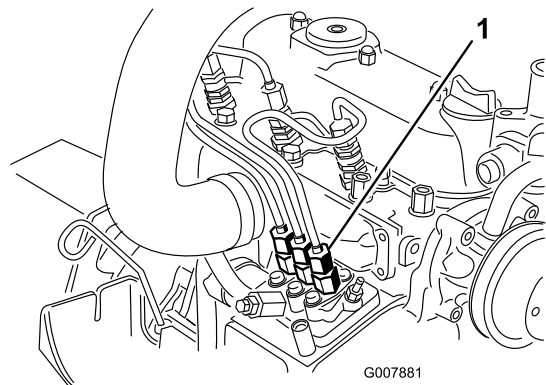

Bild 37
1. Legen Sie einen Lappen unter den Schlauchanschluss von der Einspritzpumpe zur 1. Einspritzdüse, siehe Bild 37.